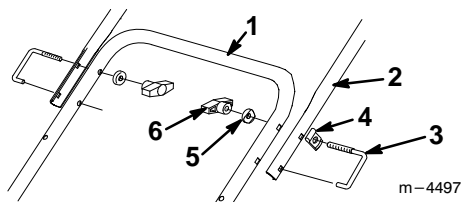

**Abbildung 8**
2. Den Fahrtriebshebel wie in Abbildung 7 (Modelle 38428 und 38429) bzw. Abbildung 8 (Modelle 38441 und 38442) gezeigt am oberen Griffbügel installieren.